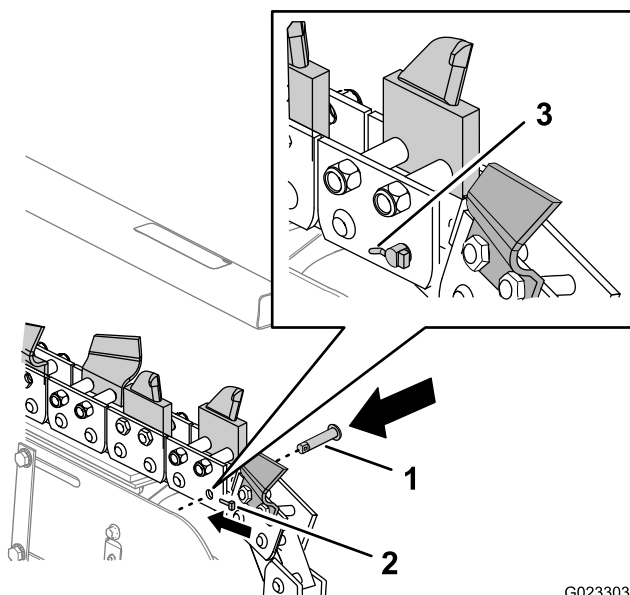

Figure 42
2. Faites tourner la chaîne d'excavation jusqu'à ce que la goupille principale soit au sommet de la poulie de tension de l'élinde (Figure 42).
4. Redressez ou coupez le bout de la goupille de sécurité et retirez la goupille (Figure 42).
5. Retirez la goupille principale et son galet (Figure 42).
4. Alignez le trou d'un galet de maillon sur les trous des plaques intérieures au bout de la chaîne (Figure 42).
5. Alignez les trous dans les plaques intérieures et le galet de la chaîne sur les trous dans les plaques extérieures de l'autre bout de la chaîne (Figure 42).
6. Alignez la goupille principale sur le trou de la goupille parallèle aux plaques de la chaîne, en avant de la poulie de tension (Figure 42).
8. Insérez la goupille de sécurité dans la goupille principale, en dirigeant sa tête vers la poulie de tension (Figure 42).
10. Pliez l'extrémité de la goupille de sécurité de 30° à 45° vers le bas (Figure 42).